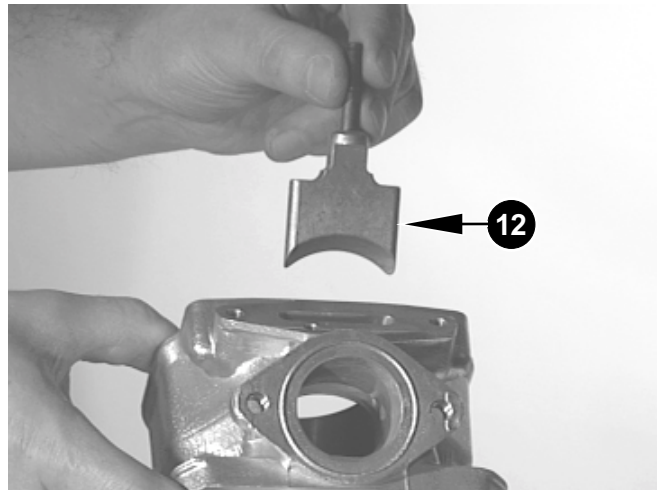

Bild 40
- ⇒ Auslaßschieber (12) mit montierter Stiftschraube (11) in jener Lage wie im Bild 40 dargestellt in den Zylinder schieben.
- ⇒ O-Ring (13) auf die Stiftschraube (11) schieben.
- ⇒ Neue Dichtung (7) so auf den Zylinder auflegen, daß die Impulsbohrung (14) am Zylinder mit dem entsprechenden Loch auf der Dichtung (7) übereinstimmt.
- ⇒ Schieberstangenführung (6) mit der Ausnehmung in Richtung Auspuffstutzen mit den beiden Federscheiben und Zylinderschrauben (5) am Zylinder befestigen.